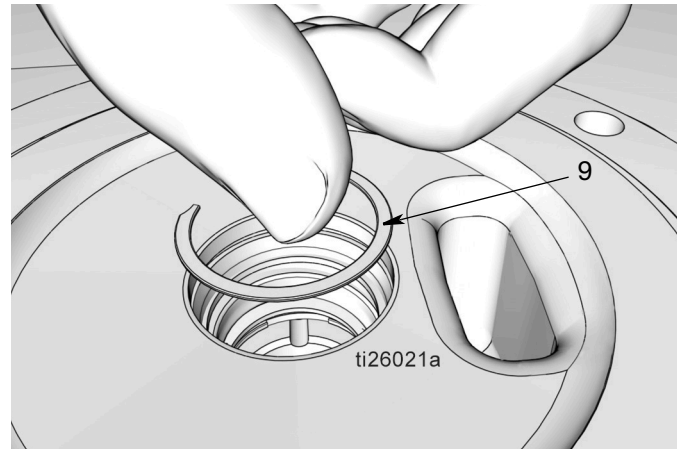

FIG. 38
- j. Mettre l'anneau de retenue (9) (FIG. 38). Un « clic » doit retentir lorsque l'anneau de retenue arrive en appui dans la gorge.